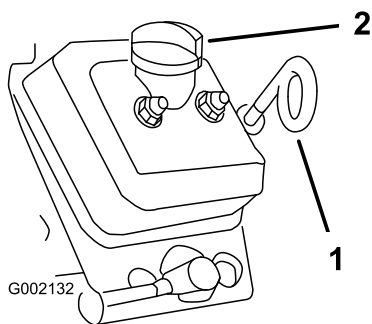

図 44
8. ディップスティックとキャップ、補給管の周辺をきれいに拭いてからディップスティックを抜き出す(図 44)。
9. キャップを外し、ディップスティックの Full 位置まで、給油口から適切なオイルを補給する(図 44)。
10. ディップスティックを補給管に根元まで差し込んでから抜き取ってオイル量を確認する(図 44)。
11. 補給管にディップスティックを取り付け、しっかりとキャップを取り付ける(図 44)。